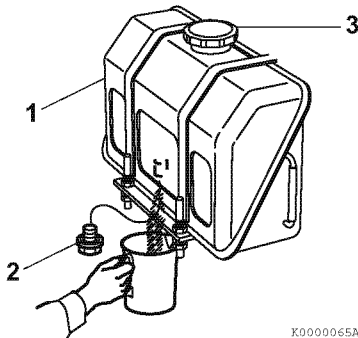

Figure 7
1. Placez un récipient agréé sous le réservoir à carburant diesel (1, **Figure 7**) pour recueillir les impuretés.
2. Retirez le bouchon du réservoir à carburant (3, **Figure 7**).
3. Retirez le bouchon de vidange (2, **Figure 7**) pour évacuer les impuretés (eau, impuretés, etc.).